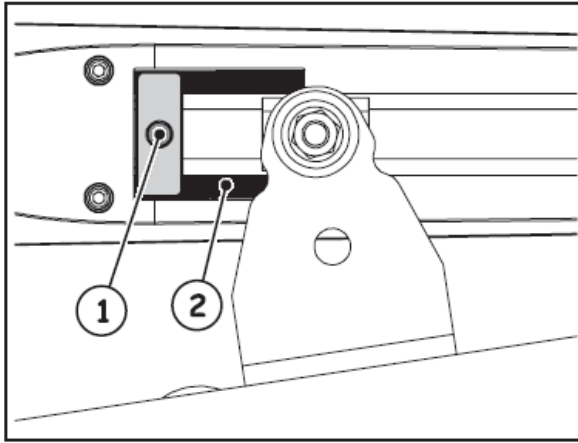

Рис. 19
3. Ослабить крепежный винт, рис. 19, № 1. Винт не нужно снимать полностью.
**⚠** Механический ограничитель соединен с зубчатым сектором, рис. 19, № 2. В случае помех при перемещении проверить, свободно ли соединение. **НЕ ПРИМЕНЯТЬ СИЛУ.**